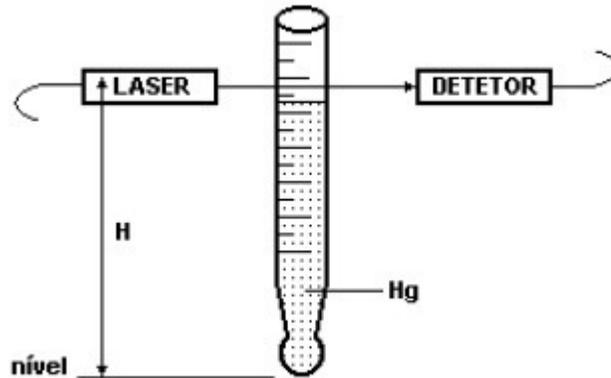

Figura 2.12: Alarme de temperatura (Fonte: <https://brainly.com.br/tarefa/9606725>)
4.Construiu-se um alarme de temperatura (figura 2.12) com base numa coluna de mercúrio e num sensor de passagem, como sugere a figura. A altura H do sensor óptico (par laser/detector) em relação ao nível pode ser regulada de modo que, à temperatura desejada, o mercúrio, subindo pela coluna, impeça a chegada de luz ao detector, disparando o alarme. Calibrou-se o termômetro usando-se os pontos principais da água e um termômetro auxiliar, graduado na escala Celsius, de modo que a 0°C a altura da coluna de mercúrio é igual a 8 cm, enquanto a 100°C a altura é de 28 cm. A temperatura do ambiente monitorado não deve exceder 60°C . Qual a altura em que o sensor óptico deve ser instalado?